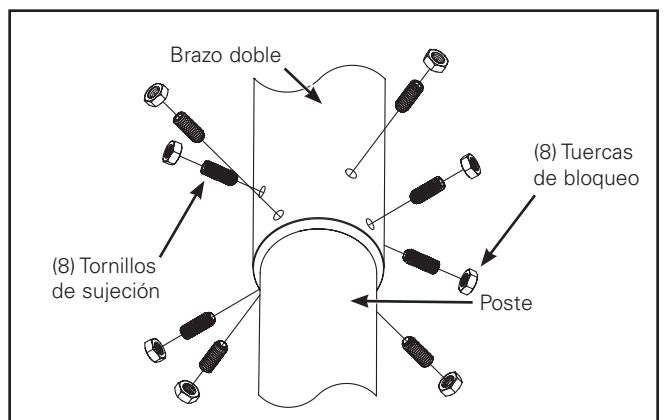

Figura 11.
4. Instale ocho tornillos de sujeción de 1/2-13 x 1-1/4" para sostener el brazo en el poste y ajústelos hasta 300 in-lb. (Figura 11.) Instale ocho tuercas de bloqueo de 1/2-13 sobre los tornillos de sujeción y ajústelas hasta 325 in-lb.